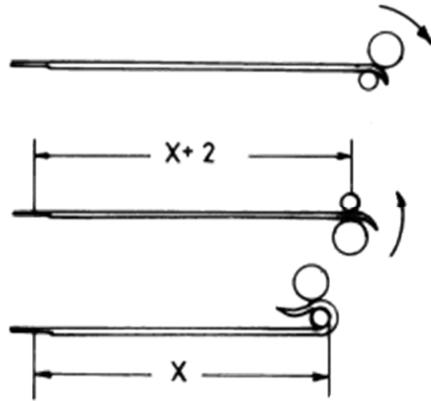

Abb. 20: Öse biegen mit Rundzange
9. Zunge und Öse biegen (Abbildung 20).